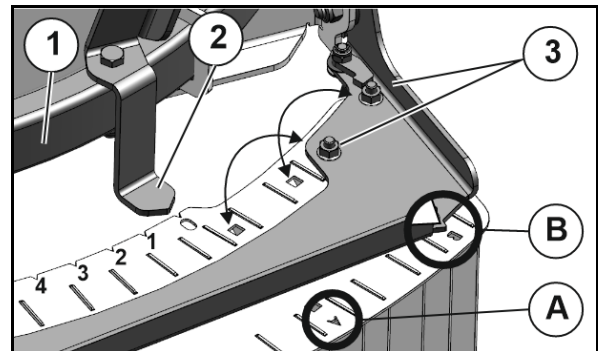

Bild 58
2. Flytta lamellblocket på styrningsbygeln (Bild 58/1) tills visaren (Bild 58/2) står på det värde från spridningstabellen som ska ställas in.